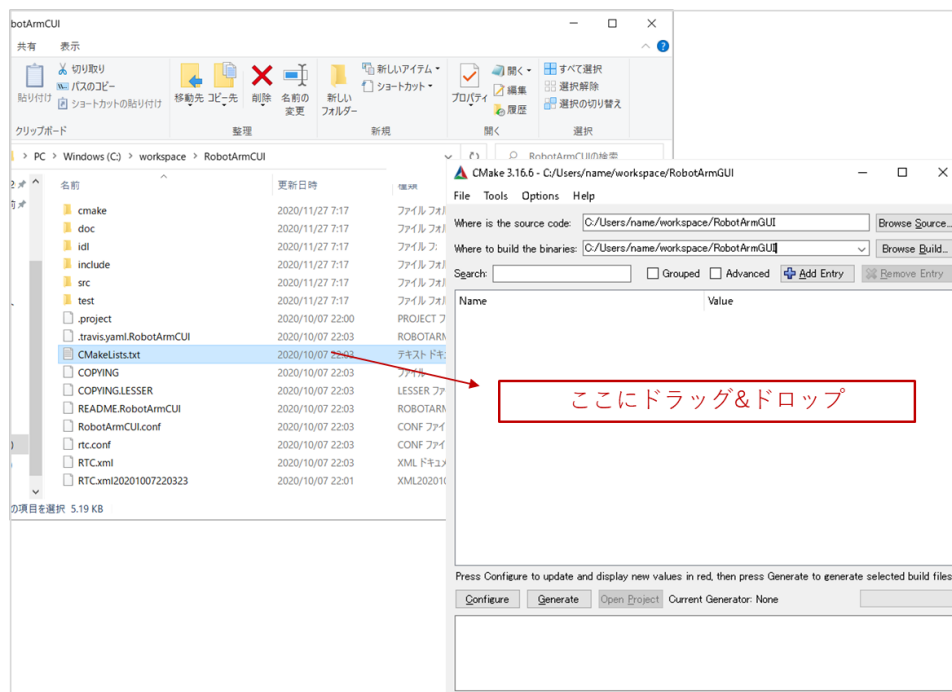

図 10 CMake での作業
- ① CMake を起動する。
- ② 「RobotArmCUI」ディレクトリ内の「CMakeLists.txt」を CMake 上にドラッグ&ドロップする（図 10）。